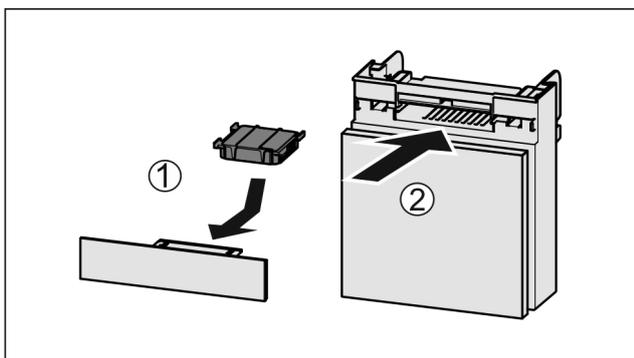

Fig. 152
- ▶ Aktivkohlefilter nach Abbildung einsetzen Fig. 152 (1).
- ▶ Fach einschieben Fig. 152 (2).